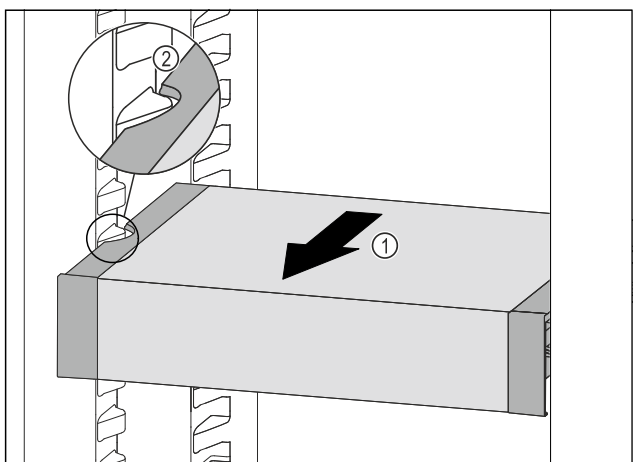

Fig. 54
- ▶ VarioSafe pociągnąć w przód Fig. 54 (1), aż boczne wycięcia szuflady VarioSafe będą się znajdować na wysokości zębów pojemnika w chłodziarce. Fig. 54 (2)